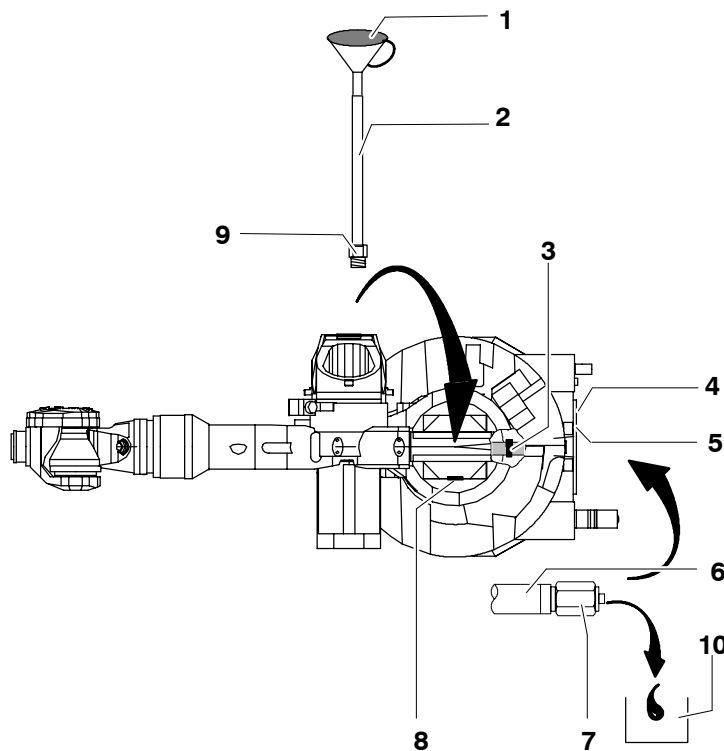

Fig. 99 Vidange d'huile de l'axe 1
- (1) Dévisser quatre vis à six pans creux M6x10 (Fig. 99/4) sans oublier les rondelles-freins et retirer le couvercle (5).
- (2) Retirer le serre-câbles (3) et le flexible d'évacuation (6).
- (3) Dévisser le bouchon (7) au flexible d'évacuation (6) et prévoir le récipient (10) sous l'ouverture.
- (4) Dévisser la vis magnétique (8) et vérifier si l'aimant n'a ni copeaux ni particules métalliques.
- (5) Collecter l'huile qui s'écoule.